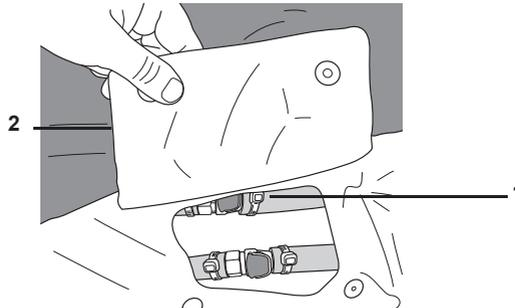

Abbildung 12: Verlängerungslasche
1. Machen Sie die Verlängerungslasche an der Matratze am rechten Fußende des Patienten ausfindig. Öffnen Sie die Lasche (Abb. 12, Nr. 2), um Zugang zu den zwei Sets von Verbindungselementen (1) der Luftdruckmatratze zu haben.